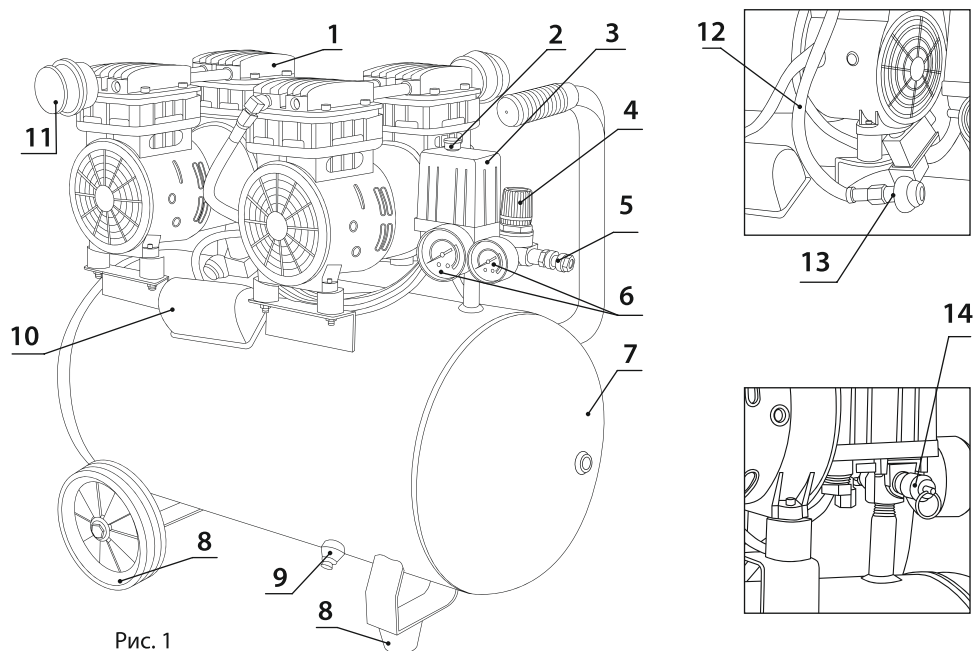

Рис. 1
9. Обеспечьте свободный доступ к выключателю (Рис. 1, п. 2), выходному штуцеру (Рис. 1, п. 5) и сливному клапану (Рис. 1, п. 9). Для обеспечения хорошей вентиляции и эффективного охлаждения необходимо, чтобы компрессор находился на расстоянии не менее 1 м от стены.
3. Закройте сливной клапан (Рис. 1, п. 9).
4. Отключите подачу давления, закрутив регулятор давления (Рис. 1, п. 4).
5. Подключите к выходному штуцеру компрессора (Рис. 1, п. 5) пневмошланг с подсоединенным пневматическим инструментом и убедитесь в надежности соединения.
9. Реле давления (Рис. 1, п. 3) автоматически выключит электродвигатель компрессора при достижении максимального давления (Таблица №1) и включит электродвигатель компрессора, когда происходит отбор сжатого воздуха и давление в ресивере упадет ниже установленного значения.
Рабочее давление на выходе может изменяться непосредственно в процессе работы регулятором (Рис. 1, п. 4).